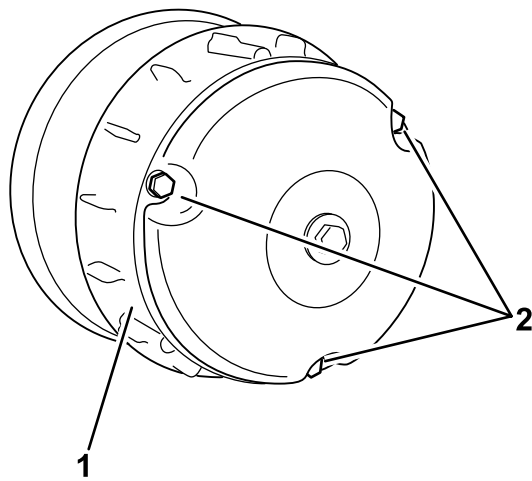

Bild 61
- Entfernen Sie die drei Schrauben, mit denen die Abdeckung an der Kupplung befestigt ist, und nehmen Sie die Abdeckung ab (Bild 61).
4. Setzen Sie die Kupplungsabdeckung auf und befestigen Sie sie mit den drei in Schritt 2 entfernten Schrauben (Bild 61).